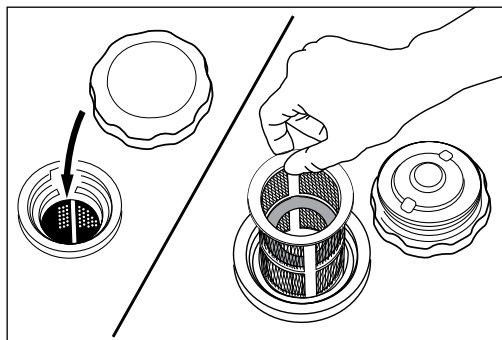

Рис. 18
1. Снимите пластмассовый фильтр, расположенный под крышкой горловины топливного бака (рис. 18).